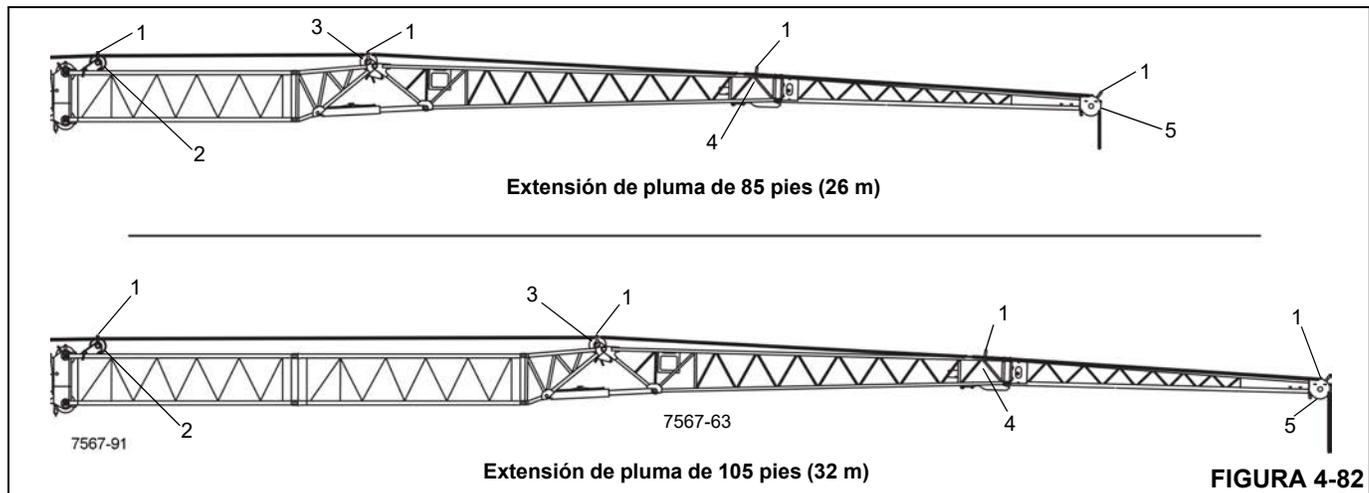

FIGURA 4-82
1. Retire las poleas guía (1) (Figura 4-82). Guíe el cable por las poleas deflectoras (2), (3), (4) y sobre la polea de la cabeza (5) en la extensión de 36 pies.
2. Vuelva a colocar todas las poleas guía (1) y asegúrelas con pinzas de retención.
2. Retire las poleas guía (1) (Figura 4-82).
3. Saque el cable de la polea de cabeza (5) y de las poleas deflectoras (4), (3), (2) y colóquelo sobre el suelo, en el lado izquierdo.
4. Vuelva a colocar todas las poleas guía (1) y asegúrelas con pinzas de retención.